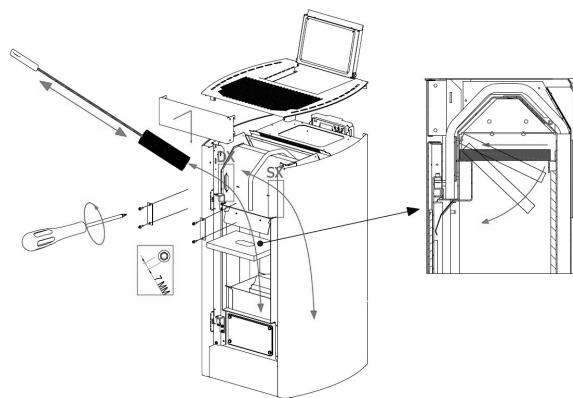

Fig. 84 - Reiniging
- De bovenste deflector verwijderen (zie **Fig. 84**), eventueel de as opzuigen en de wanden van de verbrandingskamer reinigen.